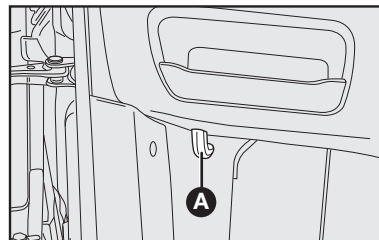

**fig. 90**
2) Suelte los pernos **B-fig. 90** de la repisa trasera de sus propios alojamientos y luego quítela.